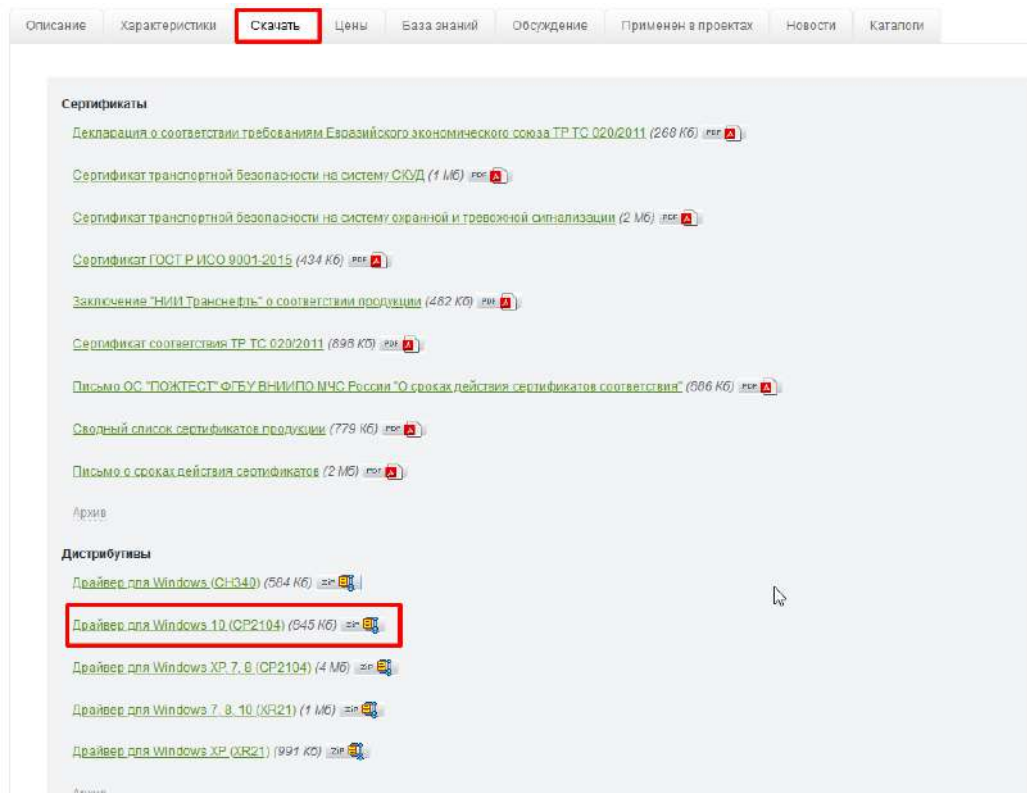

Рисунок 7 – Окно загрузки драйвера для сервисного переходника
3. Установить драйвер для переходника. Скачать их можно по адресу <https://bolid.ru/production/orion/interface-converter/usb-rs485.html#download> (Рисунок 7).